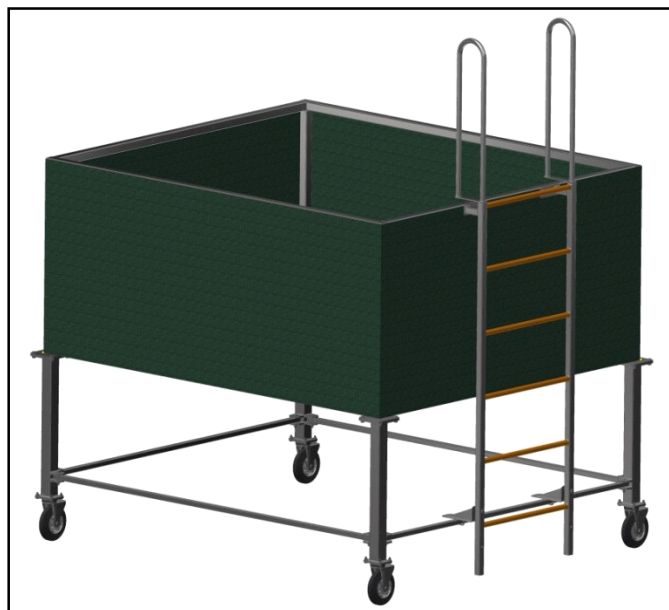

рис. 31
1. На опорные площадки полувагона (рис. 31) устанавливаются левые и правые опоры полувагона с использованием болтов М12x50, гаек и шайб.